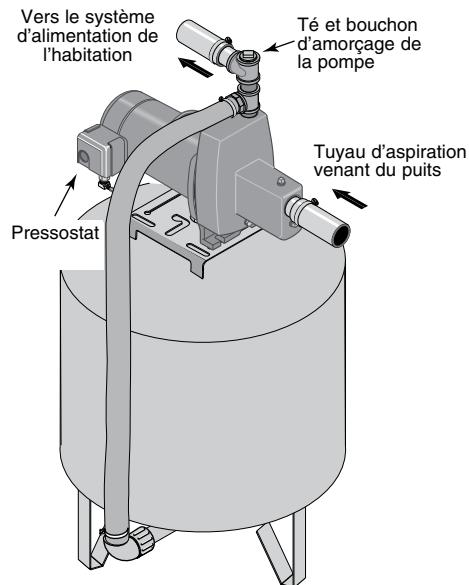

Figure 4: Branchement sur un réservoir préchargé
(FIGURE 4)
1. Poser deux té sur l'orifice de refoulement de la pompe. (Se reporter à la Figure 4). Le diamètre du tuyau doit être au moins aussi grand que celui de l'orifice de refoulement.